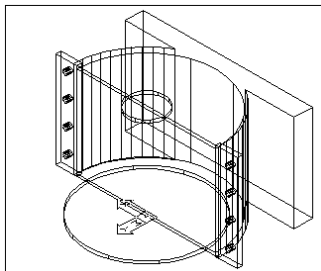

图 18-21
(1) 作圆柱体。单击  按钮或者在命令行直接输入 `cylinder`，以原点为底面中心，作直径为 97.5、高度为 2.5 的圆柱体。
(2) 作圆柱体。单击  按钮或者在命令行直接输入 `cylinder`，以 (0, 0, 77.5) 为底面中心，作直径为 30、高度为 2.5 的圆柱体，结果如图 18-21 所示。